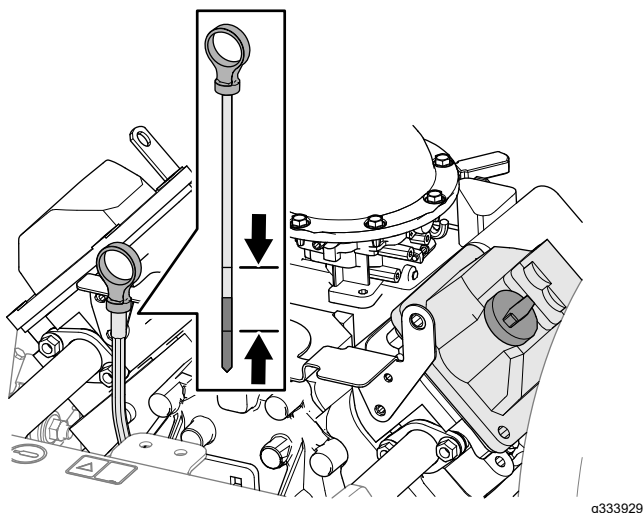

Figure 75
4. Retirez la jauge (Figure 75) et essuyez-la sur un chiffon propre.
5. Remettez la jauge dans le tube (Figure 75) en l'enfonçant complètement.